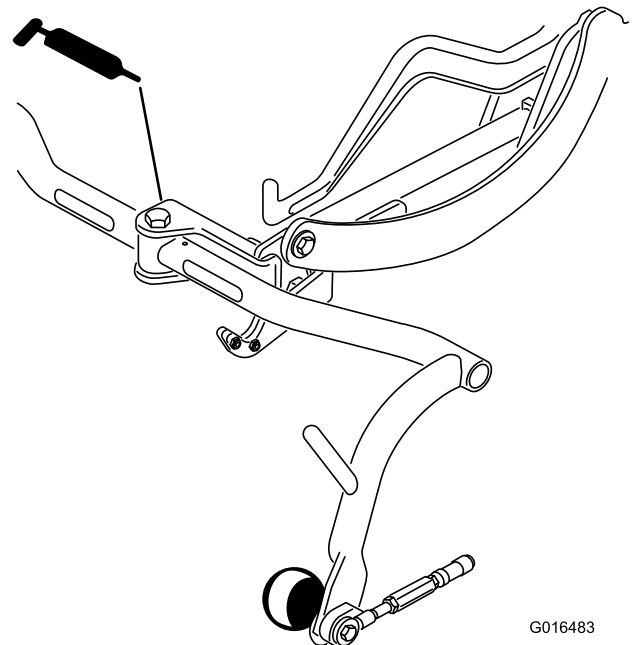

Bild 31
- Trägerrahmenscharnier (3) (Bild 31)